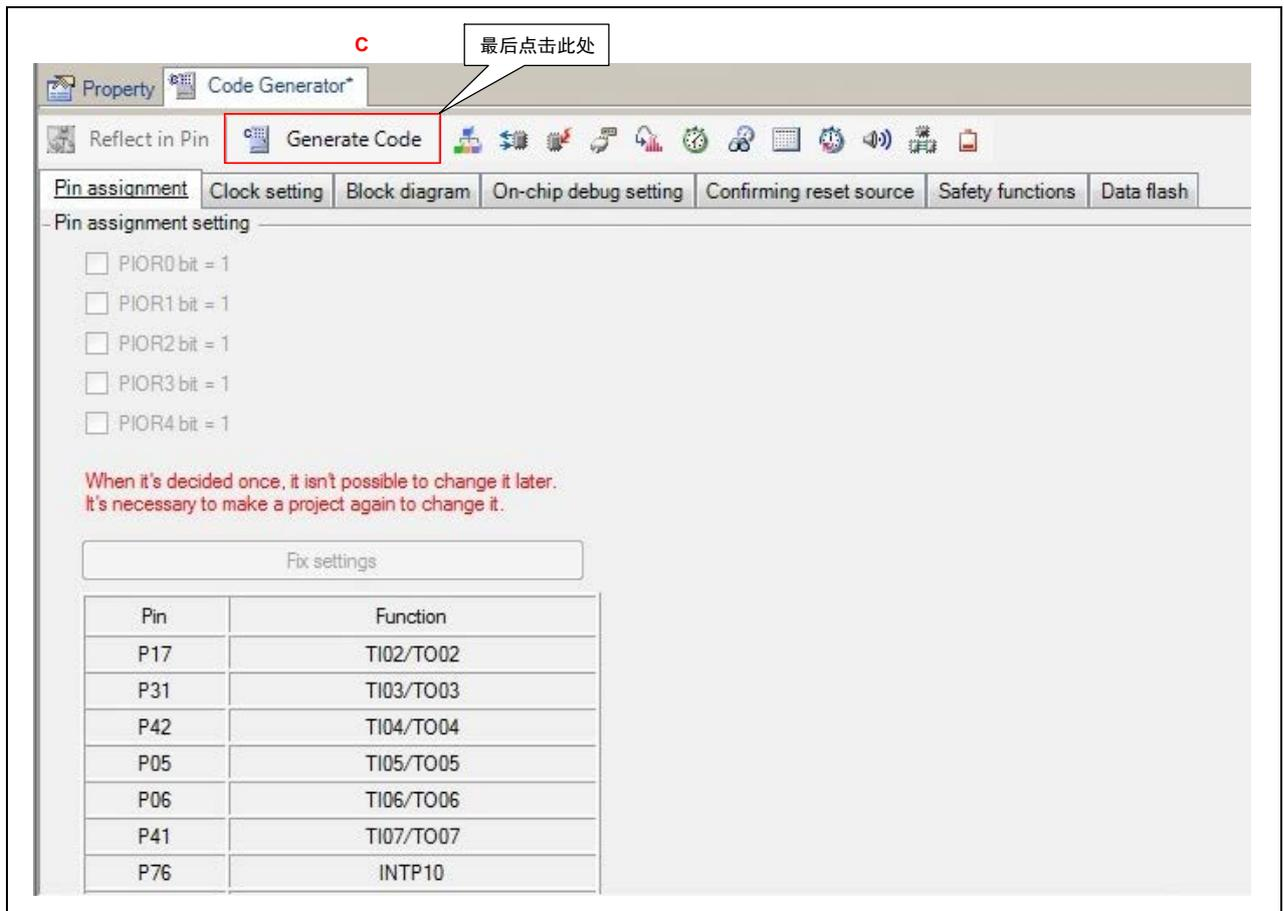

图 2.3 代码生成工具的设置界面 (3)
- (4) 设置完所有的功能之后，点击页面上方的“Generate Code”（请参考“图 2.3”中的 C）生成代码（自动生成代码）。